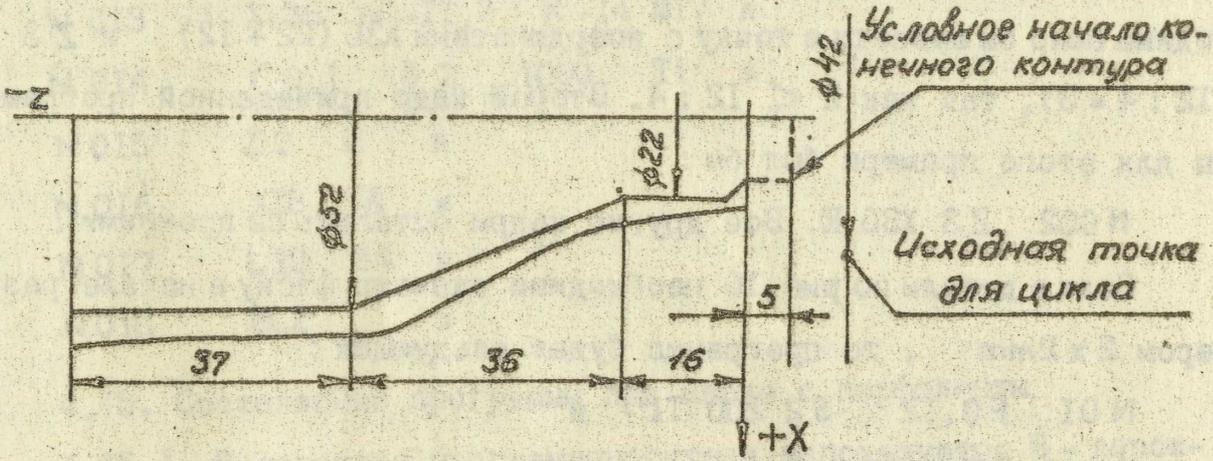

Рис. 16
4.14.13. Пример программы с применением цикла L09 к чертежу детали (рис. 16). Максимальное отклонение заготовки от готовой детали составляет 5 мм по торцу и 12 мм по диаметру, поэтому перед циклом инструмент необходимо ввести в точку с координатами Z 5 ($0 + 5 = 5$), X 42 ($22 + 4 \times 5 = 42$), так как $5 > 12 : 4$.
Если в детали по рис.16 необходимо сделать фаску в начале размером 2 x 2mm , то программа будет следующей :